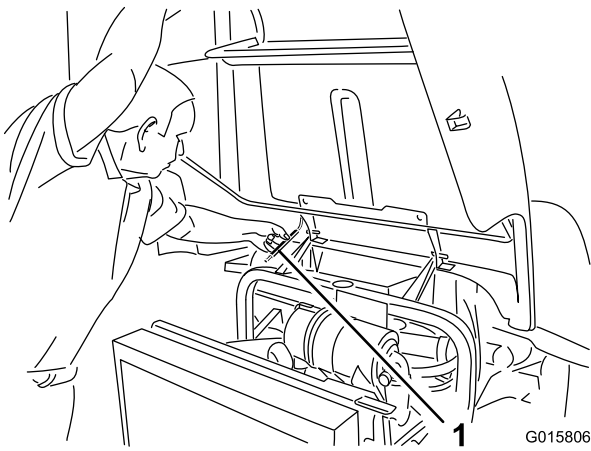

Figure 24
2. Soulevez le capot jusqu'à ce que la béquille puisse être placée derrière le tube du châssis (Figure 24).